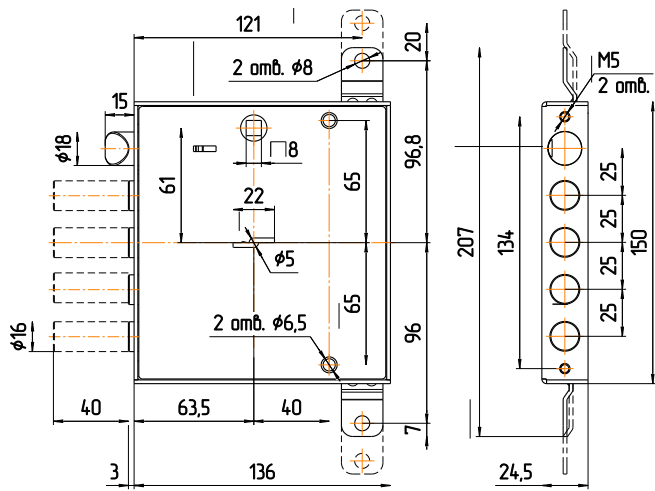

Рис.2
5.1. Произвести разметку и выполнить на торце полотна двери и в дверной коробке отверстия под пальцы засова, защёлку и крепежа замка. Выполнить на полотне двери отверстия для ключа, для стержня ручек фалевых, для крепления накладок (см. рис.2).